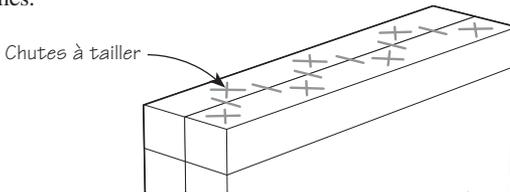

Figure 8 : Marquage des chutes.
6. Tracer un « X » sur les parties à enlever – voir **figure 8**. Ces marques constitueront un aide-mémoire précieux afin de couper à l'intérieur des chutes et non dans les queues elles-mêmes.